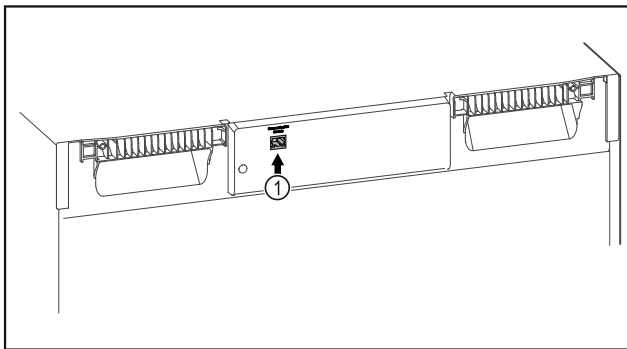

Fig. 99
- SmartModule Fig. 99 (1) este instalat.